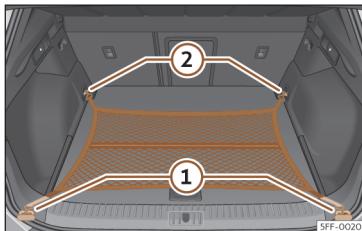

Fig. 118 Na bagageira: saco de rede fixado rente ao piso.
- Fixe os ganchos da rede nas argolas de fixação ① e ②»» Fig. 118 »» ⚠. O fecho de correr do saco deve ficar voltado para cima.